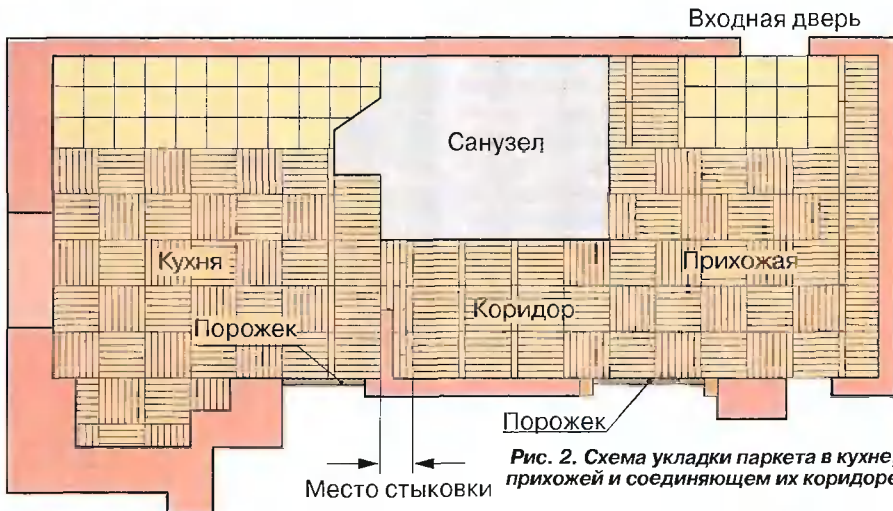

Рис. 2. Схема укладки паркета в кухне, прихожей и соединяющем их коридоре
10. В смежных комнатах лучше выкладывать паркет, двигаясь от противоположных стен и стыкуя отстилы в наиболее узком месте. Например, если все-таки есть щель, в дверном проеме можно установить «порожек» — декоративный металлический профиль, который используют, закрывая стык разных покрытий. Такие «порожки» я установил в дверных проемах между комнатой и смежных с ней прихожей и кухней. На стыке коридора и кухни мне удалось подогнать паркет за счет комбинирования разных рисунков укладки (рис. 2).